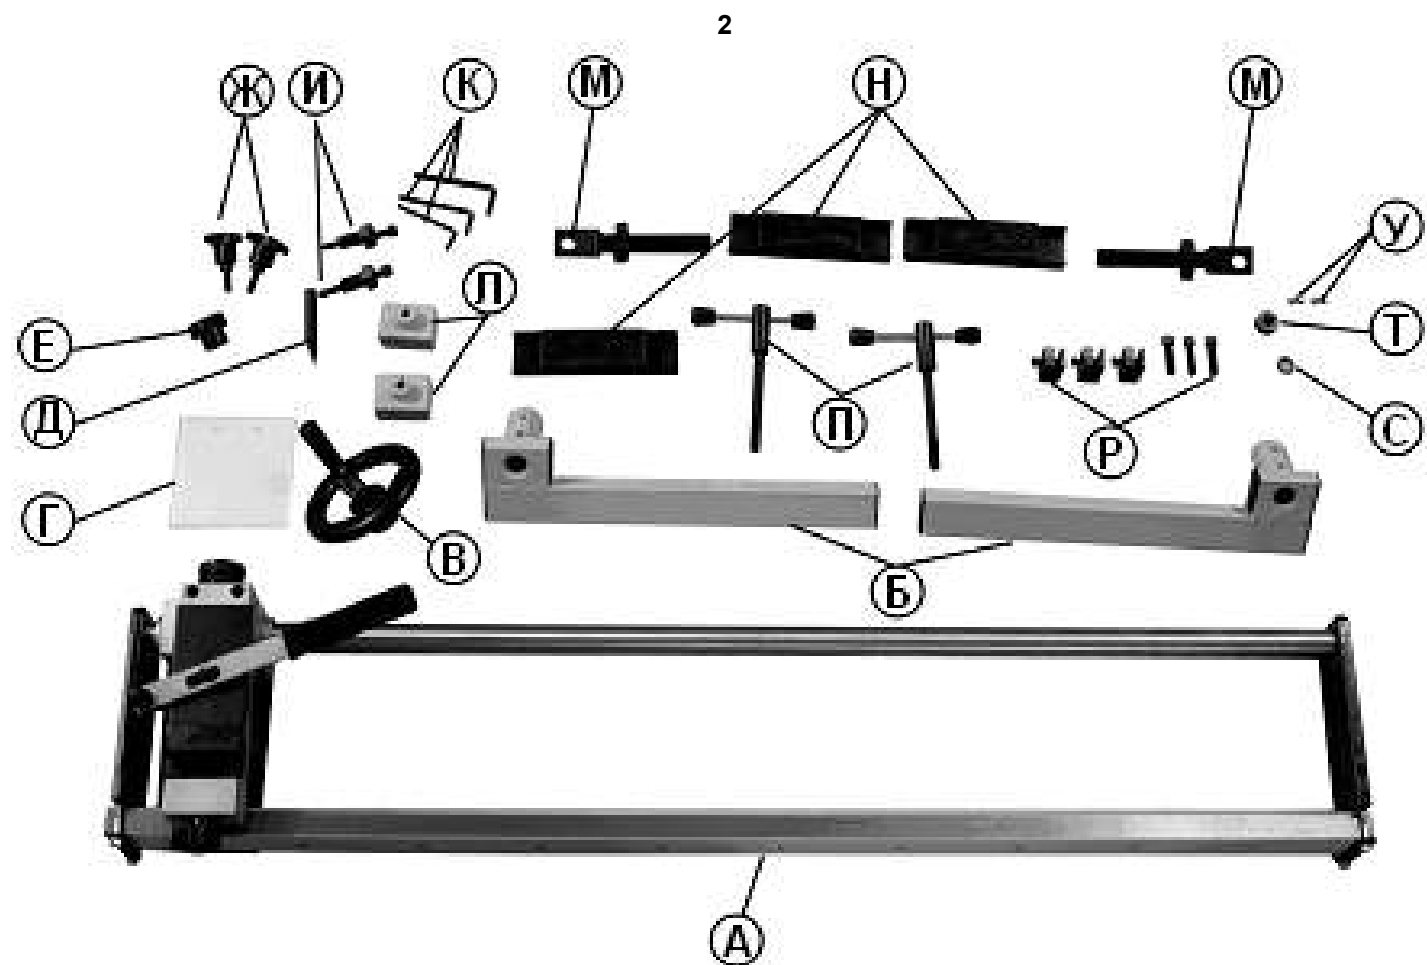

Рис.1
3.1. В комплект поставки (Рис.1) входит:
(В комплекте поставки одна планка зажимная (Н) и втулка (Т), Рис.1, предназначены для крепления приспособления на наклонной задней части станины токарной машины).
- 6.1. Приспособление (А), Рис.1, поставляется в собранном виде, но его необходимо установить на токарной машине.